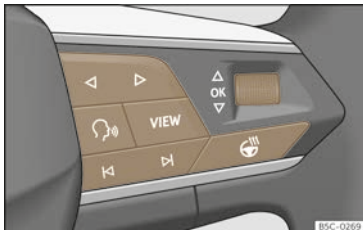

Abb. 11 Rechte Seite des Multifunktionslenkrads: Bedienelemente für die Menüs und Informationsanzeigen im Kombi-Instrument (modellabhängig).
Solange eine Warnung der Priorität 1 vorliegt, >>> S. 25, kann auf kein Menü zugegriffen werden. Einige Warnmeldungen können über die Taste **OK** am Multifunktionslenkrad bestätigt und ausgeblendet werden >>> (Abb. 11).
- Falls eine Meldung oder das Fahrzeug-Piktogramm angezeigt wird, drücken Sie die Taste **OK** >>> (Abb. 11); ggf. mehrere Male.